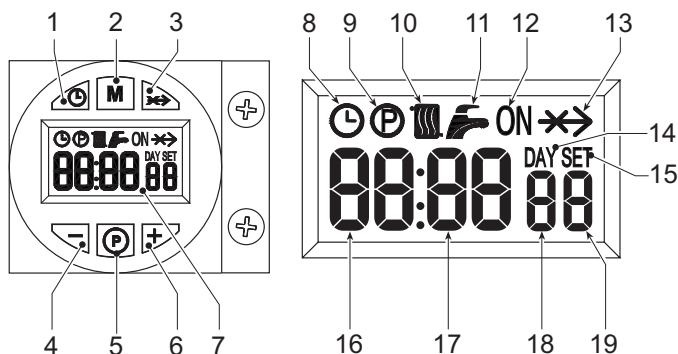

fig. 1 - Panel de mandos
La orden de encendido (generada por el cierre del contacto en los bornes 7-8 –ver fig. 13– en el funcionamiento con valores de fábrica) se indica por la activación del símbolo del radiador (10 - fig. 1).
1. Pulsar la tecla de ajuste de día y hora (1 - fig. 1).
2. En la pantalla (7 - fig. 1) parpadean los iconos RELOJ y DÍA: introducir el día actual de la semana con las teclas + y - (4 y 6 - fig. 1), considerando que 1=lunes y 7=domingo. Confirmar el día con la tecla de ajuste de día y hora (1 - fig. 1).
3. En la pantalla (7 - fig. 1) parpadean los dos dígitos de la HORA ACTUAL y el icono del RELOJ: introducir la hora actual con las teclas + y - (4 y 6 - fig. 1), de 00 a 23. Confirmar la hora con la tecla de ajuste de día y hora (1 - fig. 1).
4. En la pantalla (7 - fig. 1) parpadean los dos dígitos de los MINUTOS ACTUALES y el icono del RELOJ: introducir los minutos exactos con las teclas + y - (4 y 6 - fig. 1), de 00 a 59. Confirmar los minutos con la tecla de ajuste de día y hora (1 - fig. 1). Funcionamiento en Calefacción automático, Manual ON, Manual OFF
El modo de funcionamiento se selecciona con la tecla (2 - fig. 1).
1. Durante el funcionamiento automático, en la pantalla (7 - fig. 1) aparece el icono RELOJ. La activación y desactivación del quemador dependen del programa semanal configurado. Durante la franja horaria de activación, en la pantalla (7 - fig. 1) aparece también el icono ON.
2. Durante el funcionamiento Manual ON, en la pantalla (7 - fig. 1) aparece solo el icono ON. El quemador está siempre encendido.
3. Durante el funcionamiento Manual OFF, en la pantalla (7 - fig. 1) no aparece ni el icono ON ni el icono RELOJ. El quemador está apagado.
El programa semanal tiene tres franjas horarias de encendido (ON) y tres de apagado (OFF), iguales para todos los días de la semana. Durante la franja horaria de activación, en la pantalla (7 - fig. 1) aparece el icono ON.
1. Pulsar la tecla de programación P (5 - fig. 1).
2. Seleccionar el día que se desee programar con las teclas + y - (4 y 6 - fig. 1):
3. Pulsar la tecla de programación P (5 - fig. 1):
- Utilizar las teclas + y - (4 y 6 fig. 1) para modificar el inicio de la primera franja horaria de encendido, por ejemplo 06:00. Pulsar la tecla de programación P (5 - fig. 1).
- Utilizar las teclas + y - (4 y 6 fig. 1) para modificar el inicio de la primera franja horaria de apagado, por ejemplo 09:00. Pulsar la tecla de programación P (5 - fig. 1).
- Utilizar las teclas + y - (4 y 6 fig. 1) para modificar el inicio de la segunda franja horaria de encendido, por ejemplo 12:30. Pulsar la tecla de programación P (5 - fig. 1).
- Utilizar las teclas + y - (4 y 6 fig. 1) para modificar el inicio de la segunda franja horaria de apagado, por ejemplo 14:00. Pulsar la tecla de programación P (5 - fig. 1).
- Utilizar las teclas + y - (4 y 6 fig. 1) para modificar el inicio de la tercera franja horaria de encendido, por ejemplo 16:00. Pulsar la tecla de programación P (5 - fig. 1).
- Utilizar las teclas + y - (4 y 6 fig. 1) para modificar el inicio de la tercera franja horaria de apagado, por ejemplo 23:30. Pulsar la tecla de programación P (5 - fig. 1).
11. Pulsar la tecla de programación P (5 - fig. 1) durante 3 segundos para salir de la programación.
Para acceder al menú Parámetros, pulsar la tecla de programación M (2 - fig. 1) durante 5 segundos. Se visualiza el parámetro u01, indicado por la expresión SET 01. Pulsar la tecla P (5 - fig. 1) para desplazar la lista de parámetros.
Para modificar el valor de un parámetro, pulsar las teclas + y - (4 y 6 - fig. 1): la modificación se guarda automáticamente. Tras modificar el parámetro, esperar 3 segundos: el dato parpadea y queda memorizado.
Para salir del menú, pulsar la tecla de selección del modo de funcionamiento M (2 - fig. 1) durante 5 segundos.
Para acceder al menú Parámetros, pulsar la tecla de programación P (5 - fig. 1) durante 10 segundos. Se visualiza el parámetro t01, indicado por la expresión SET 01. Pulsar la tecla P (5 - fig. 1) para desplazar la lista de parámetros.